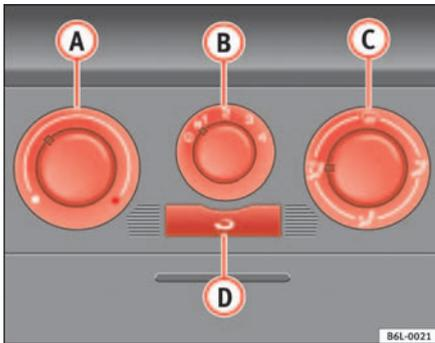

Abb. 86 In der Instrumententafel: Bedienelemente der Heizung
- Mit den Reglern ⇒ Abb. 86 (A) und (C) und mit dem Schalter (B) stellen Sie die Temperatur, die Luftverteilung und die Gebläsestufe ein.
- Drücken Sie die Taste (D), um die Umluffunktion ein- oder auszuschalten. In der Taste leuchtet eine gelbe Lampe, solange die Funktion eingeschaltet ist.